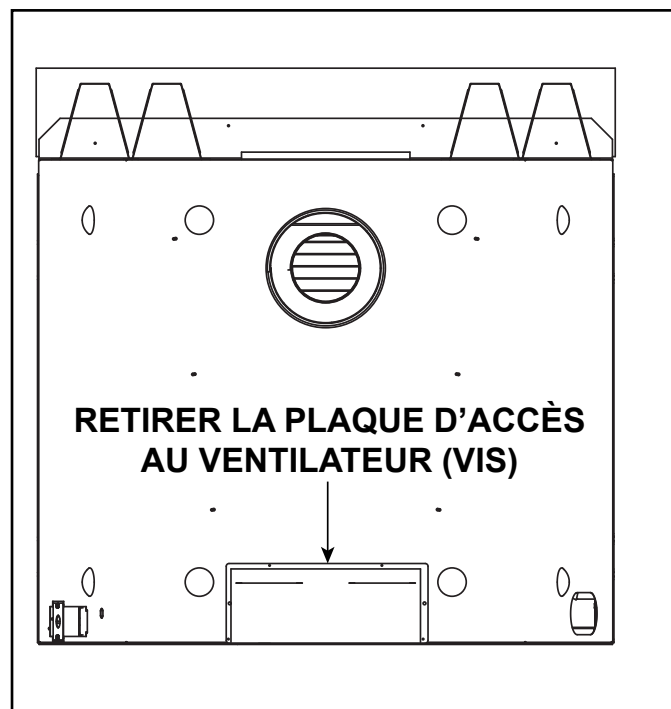

Figure 8.5 Retrait de la plaque d'accès au ventilateur
- Retirez les vis de la plaque d'accès au ventilateur située à l'arrière de l'appareil. Voir la figure 8.5.